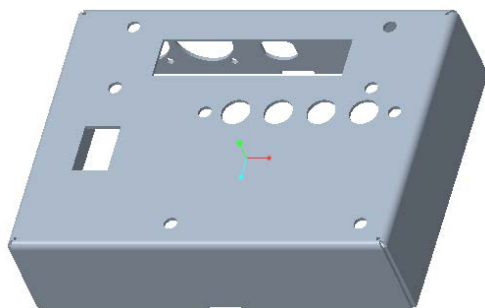

图 7-32 模型效果
(4) 在“拉伸”选项卡上打开“选项”滑出面板，分别将“侧 1”和“侧 2”的深度选项均设置为“ (到下一个)”选项。
(5) 单击 (完成) 按钮。此时，模型效果如图 7-32 所示。